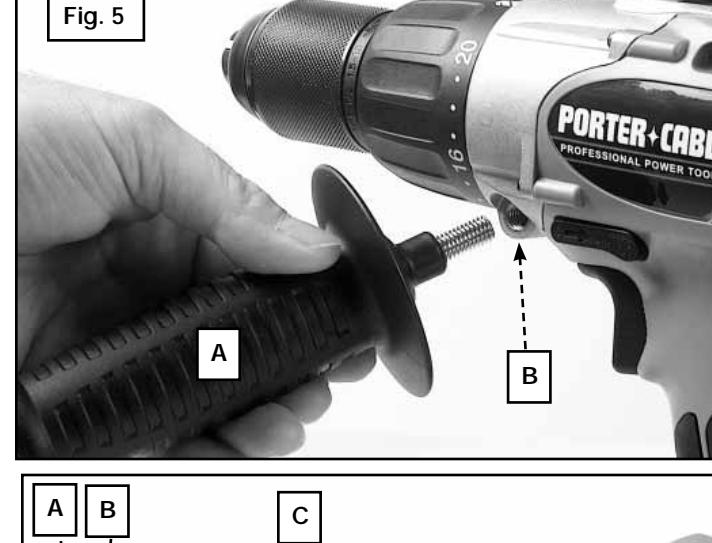

Fig. 5
Pour monter la poignée latérale (A) Fig. 5, vissez-la dans l'un des trous taraudés (B) qui se trouvent de chaque côté de l'outil.